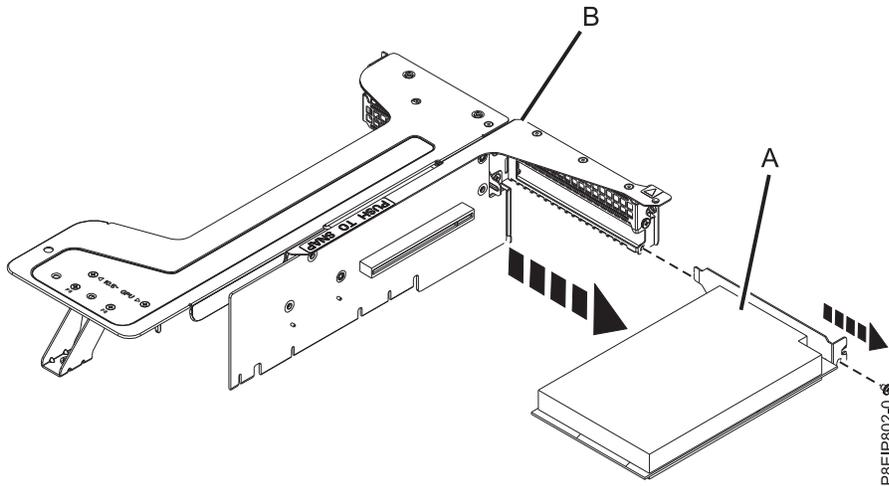

Abbildung 41. Adapter in Position 2 aus der Riserkarte entfernen
- i. Ziehen Sie einen Adapter (A) in Position 2 von der Riserkarte für PCIe-Adapter (B) ab (siehe Abb. 41 auf Seite 39).